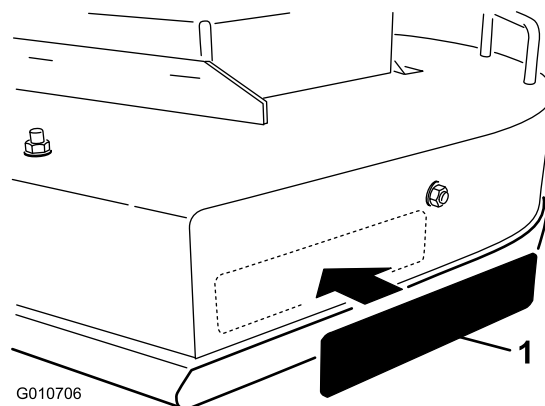

Figura 6
16. Instale la pegatina en la zona indicada en Figura 6.
- C. Separe la pegatina del soporte y colóquela en su lugar. (Figura 6).